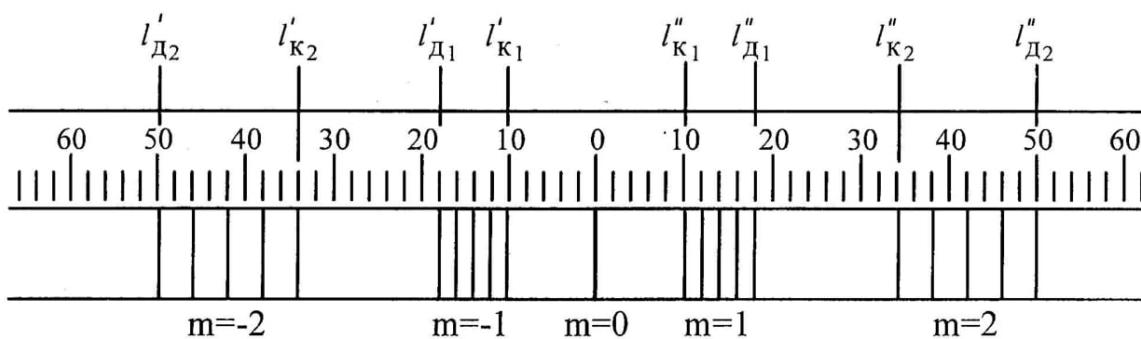

Рис. 6
6. Наблюдаем спектры первого порядка. По шкале слева  $l'$  и справа  $l''$  от центрального максимума определяем положение коротковолновой границы пропускаемого светофильтром света (рис. 6) с точностью до 1 мм. Результаты измерения заносим в табл. 2.